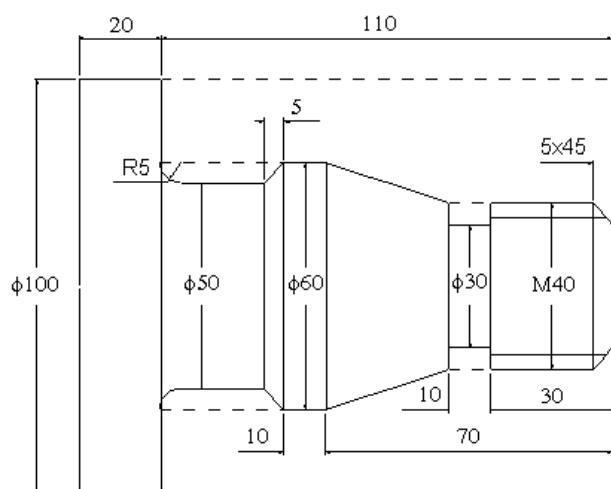

Figura 1. Pieza acotada.
7. Barra CAD > Línea, Arco. Se realiza el dibujo de la pieza como en la figura 1 contando mallas. Con el botón derecho del ratón se finaliza una línea. Los arcos se dibujan en sentido antihorario. Recordar que el paso de malla definido es de 5 mm. Puede seleccionarse línea discontinua en la barra de sistema (longitud=2.5, espacio=2.5). Emplear en barra de utilidad los botones de Redibujar, Oops y Borrar en caso necesario.